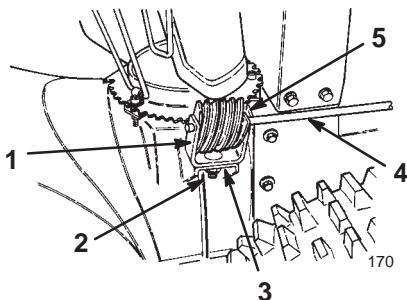

Figure 8
1. Introduisez la vis de carrossier de 2,5 cm (1") dans le trou de montage du support de la vis sans fin (Fig. 8).
2. Placez la vis sans fin dans le support, alignez les trous et introduisez la tige de commande d'orientation de l'éjecteur dans le support et la vis sans fin (Fig. 8).
3. Montez la vis sans fin et le support sur la bride, sans serrer, à l'aide d'une vis de carrossier, d'une rondelle plate et d'un contre-écrou (Fig. 8).